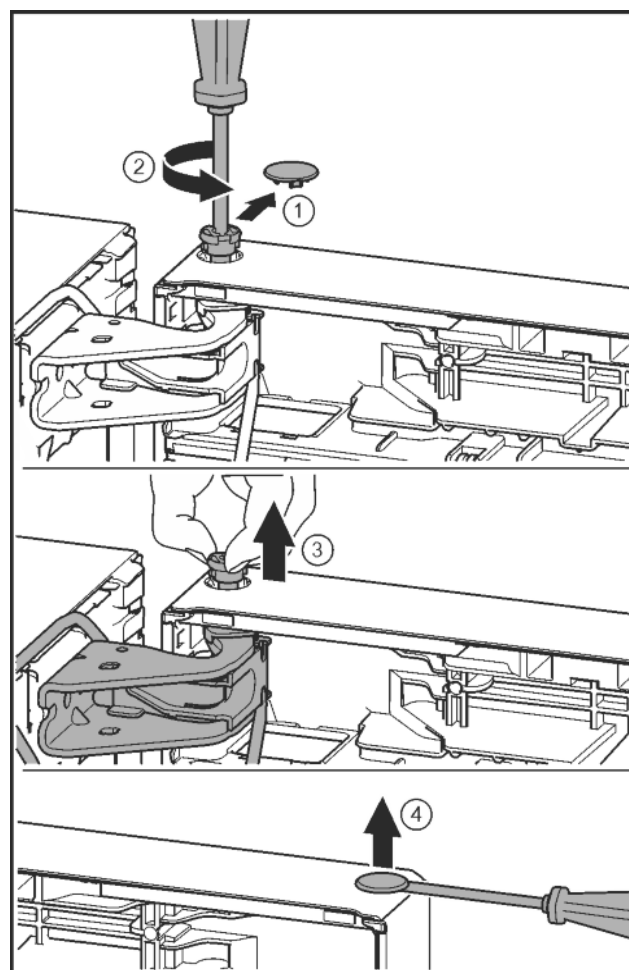

Fig. 22
- ▶ Обережно зніміть запобіжну кришку. *Fig. 22 (1)*
- ▶ Трохи викрутіть гвинт за допомогою викрутки T15. *Fig. 22 (2)*
- ▶ Притримуйте дверцята і витягніть палець руками. *Fig. 22 (3)*
- ▶ За допомогою шліцевої викрутки обережно підійміть пробку із опорного втулка дверцят та витягніть її. *Fig. 22 (4)*